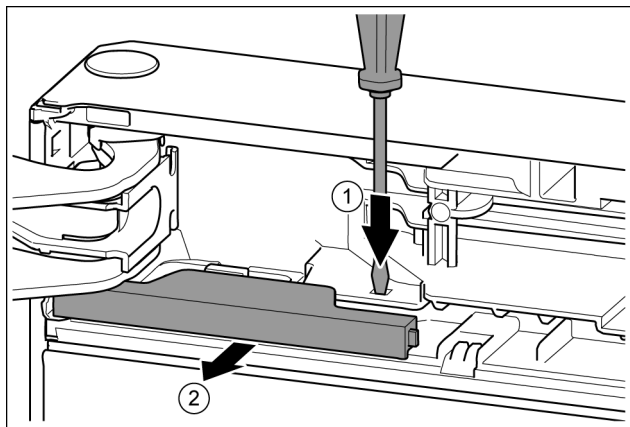

Fig. 9
- Lasche mit Schlitzschraubendreher drücken. Fig. 9 (1)
- Abdeckung aus der Verrastung ziehen. Fig. 9 (2)